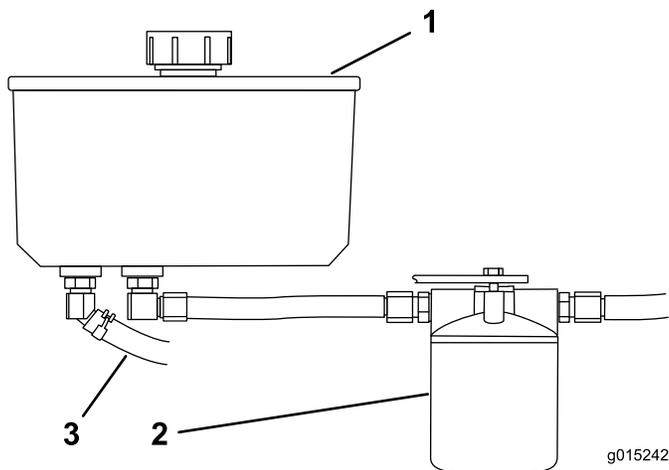

Figura 77
4. Localice el manguito hidráulico delantero, debajo del depósito de aceite, y coloque un recipiente debajo del depósito (Figura 77).